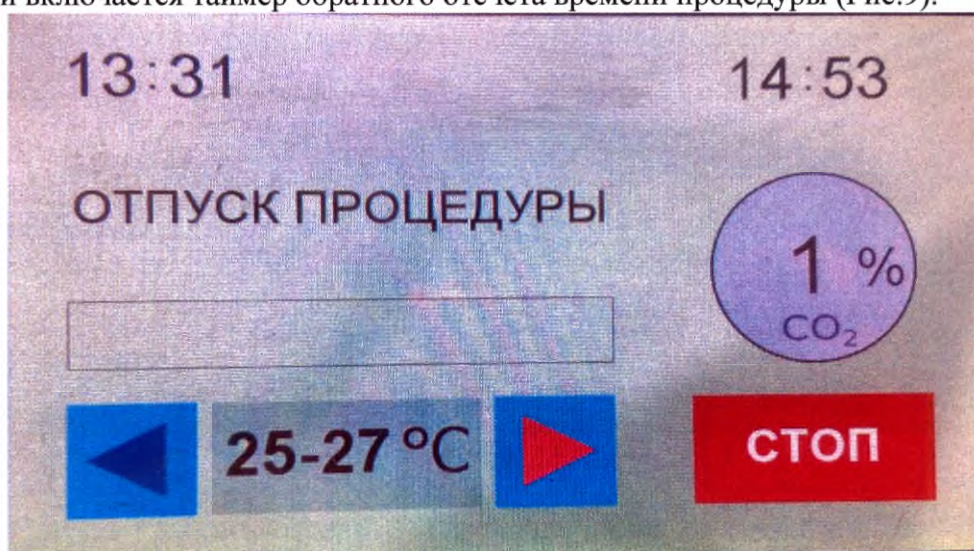

Рис. 9.
8.8. В период подачи углекислого газа в Ванну на дисплее появляются надписи «Отпуск процедуры» и включается таймер обратного отсчета времени процедуры (Рис.9).